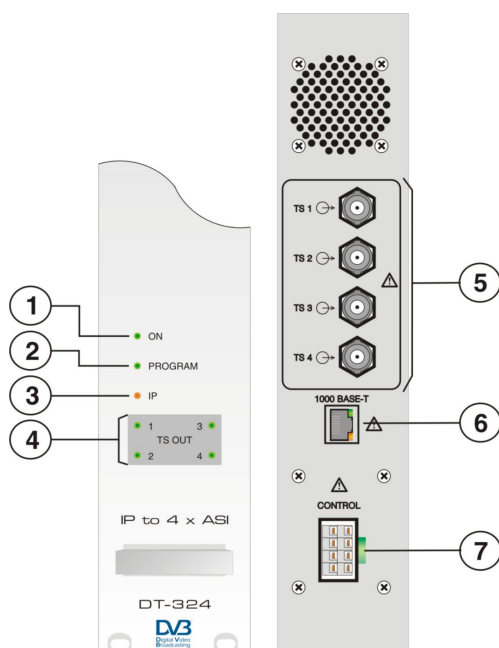

Fig. 1.- DT-324
2.- Conecte la salida del módulo de control DT-800 a la entrada de alimentación del módulo DT-324. (Fig.1. -7-).
2.- Connect the output of the control module DT-800 to the power input of the module DT-324. (Fig. 1. -7-).
3.- Connect the Ethernet cable connector RJ-45 input. (Figure 1. -6 -).
4.- The resultant ASI-TS signal is sent to the output connector. (Figure 1.- 5 -).
2.- Connectez la sortie le module de contrôle DT-800 à l'alimentation du module DT-324. (Fig. 1. -7 -).
3.- Branchez le câble d'alimentation d'entrée connecteur Ethernet RJ-45. (Figure 1. -6-).
4.- Le signal ASI-TS résultant est envoyé au connecteur de sortie (Figure 1.- 5 -).